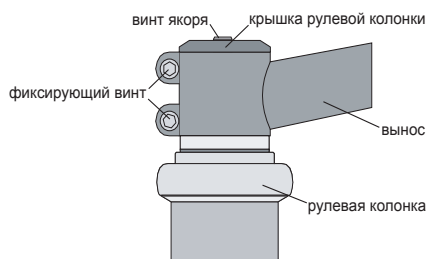

рис. 8
3. выровняйте положение выноса относительно переднего колеса и затяните фиксирующие винты (8 н/м) (рис. 8).
1. убедитесь, что все сборочные единицы рулевой колонки собраны правильно и стоят на своих местах (рис. 8);